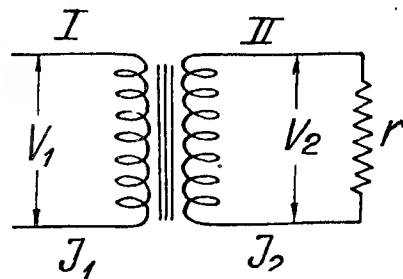

Рис. 5
На рис. 5 представлен трансформатор в схематическом виде. Железный сердечник  $a$  несет на себе 2 обмотки. Та обмотка, к которой подводится напряжение, называется первичной (I); обмотка, с которой снимается трансформированное напряжение, называется вторичной (II). Обозначим самоиндукцию первичной обмотки буквой  $L_1$  и число ее витков  $n_1$ ; соответственно обозначим самоиндукцию вторичной обмотки  $L_2$  и число ее витков— $n_2$ . Отношение числа витков вторичной обмотки к числу витков первичной, т. е. число, показывающее, во сколько раз число витков вторичной обмотки больше числа витков первичной обмотки, обозначим буквой  $k$ . Так, если во вторичной обмотке 4000 витков, а в первичной обмотке 1000 витков, то в данном случае  $k = \frac{4000}{1000} = 4$ .